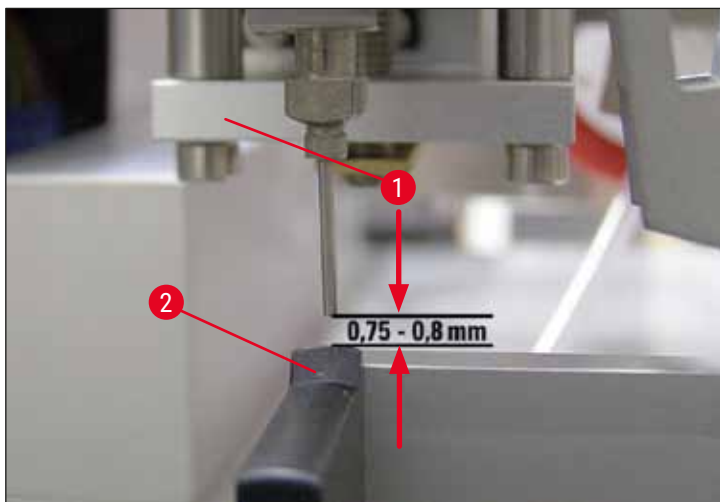

Fig. 16
8. Den satte dysehøyden kan inspiseres igjen med en visuell inspeksjon fra forsiden (→ Fig. 16).